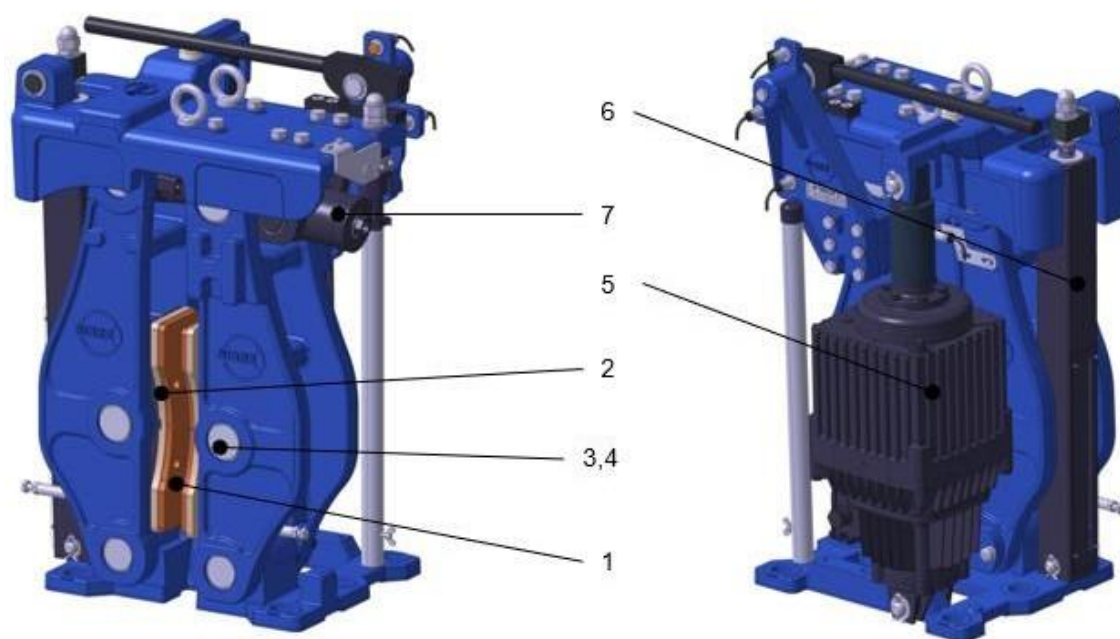

Рис. 14: Запасные части на примере USB3
- 2) Деактивировать компенсатор износа. (см. Рис. 14). Удалить пружинную чеку (см. Рис. 14). Повернуть переключающий вал при помощи шляпной гайки по часовой стрелке до его блокировки, а выемки в активирующих плоскостях позволят свободно вращаться штифту (пину) (см. Рис. 14)